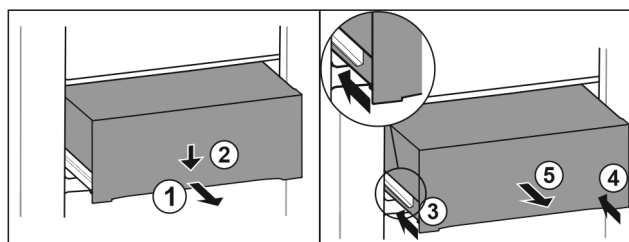

Fig. 94
- ▶ Tirer le tiroir jusqu'à mi-chemin. *Fig. 94 (1)*
- ▶ Appuyer sur l'avant du tiroir vers le bas. *Fig. 94 (2)*
- ▶ Insérer le rail gauche d'env. 2 cm. *Fig. 94 (3)*
- ▶ Insérer le rail droit d'env. 2 cm. *Fig. 94 (4)*
- ▶ Retirer le tiroir par l'avant. *Fig. 94 (5)*